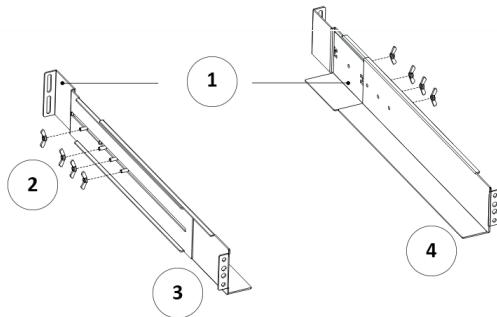

Abb.3: Schienenschutz
1. Montieren Sie die linke und rechte Schiene an die hintere Schiene, wie in ABB.3 gezeigt. Passen Sie die Größe der Schiene an die Tiefe des Schrankes an.
3. Schrauben Sie die vier M5-Schirmschrauben in die Seite der Schienengruppe ein (siehe Abbildung 3).